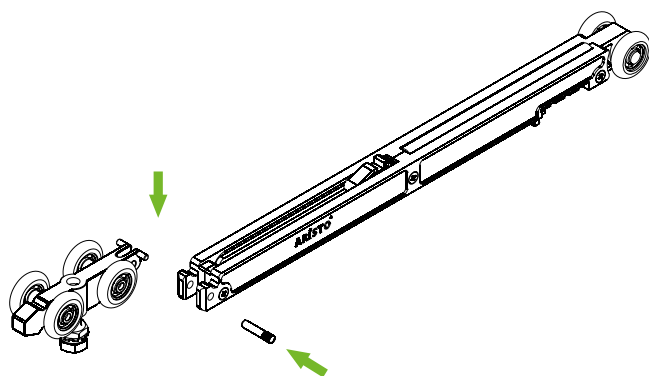

Рис.2
**2** Соедините верхний ролик с доводчиком штифтом (рис. 2).